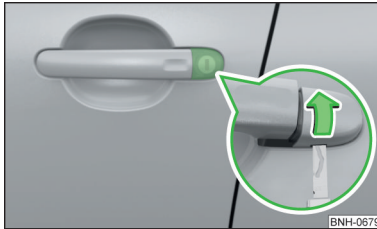

Abb. 171
- Den Schlüssel in die Aussparung an der Unterseite der Abdeckung einschieben » Abb. 171 und die Abdeckung in Pfeilrichtung aufklappen.